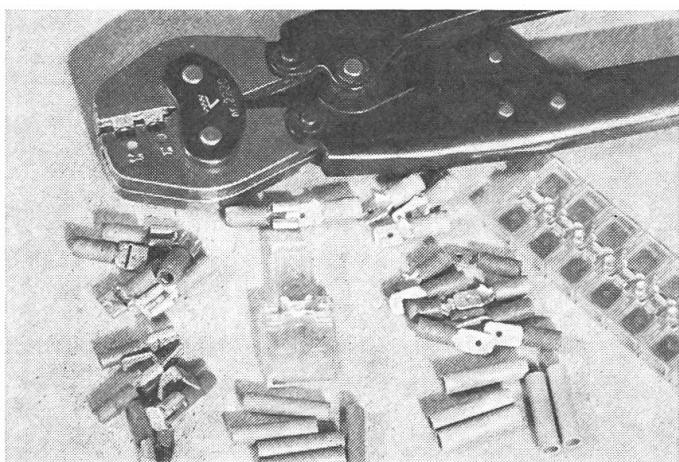

Abb. 24
- Bei neueren Anlagen werden als Verbindungs-elemente sehr oft Klemmstecker verwendet. Für die bäuerliche Werkstatt gibt es preisgünstige Sortimente mit den gebräuchlichsten Steckern, Verbindern und Quetschzangen (Abb. 24).